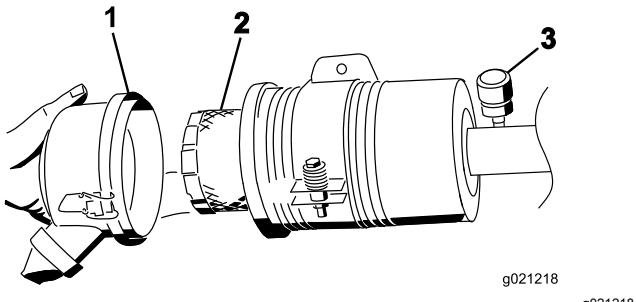

Figura 73
4. Retire y cambie el filtro (Figura 73).